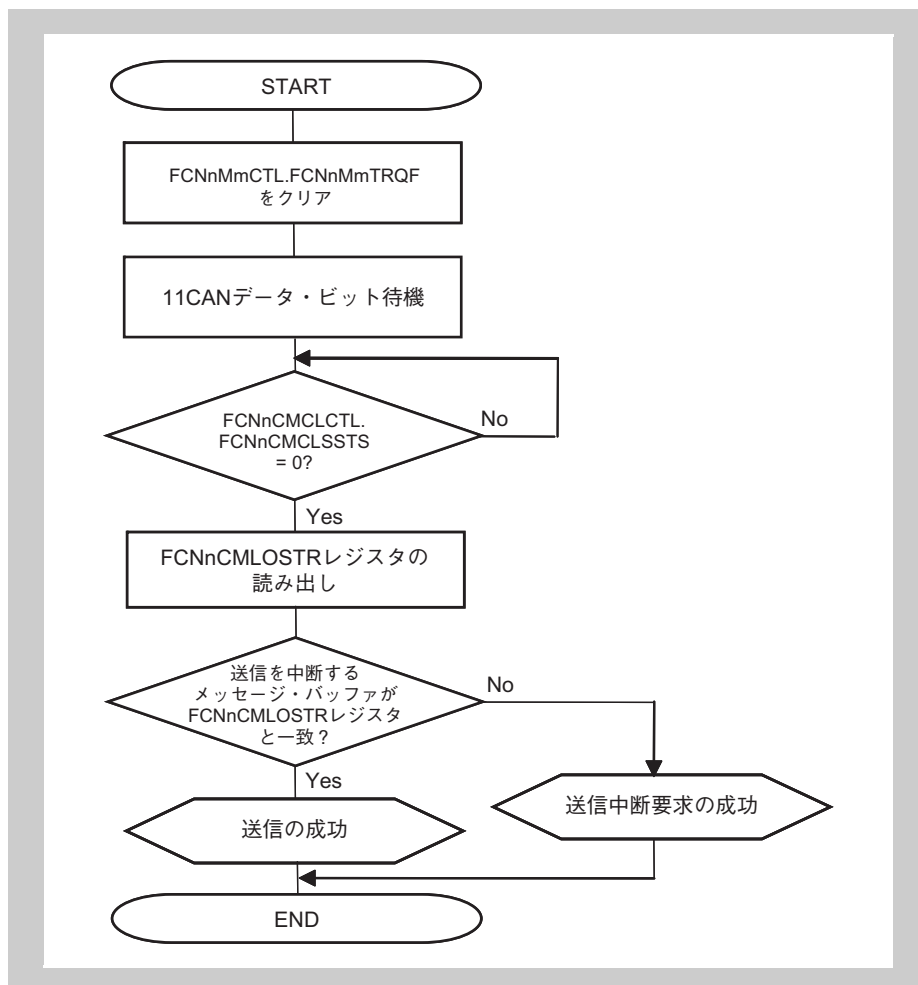
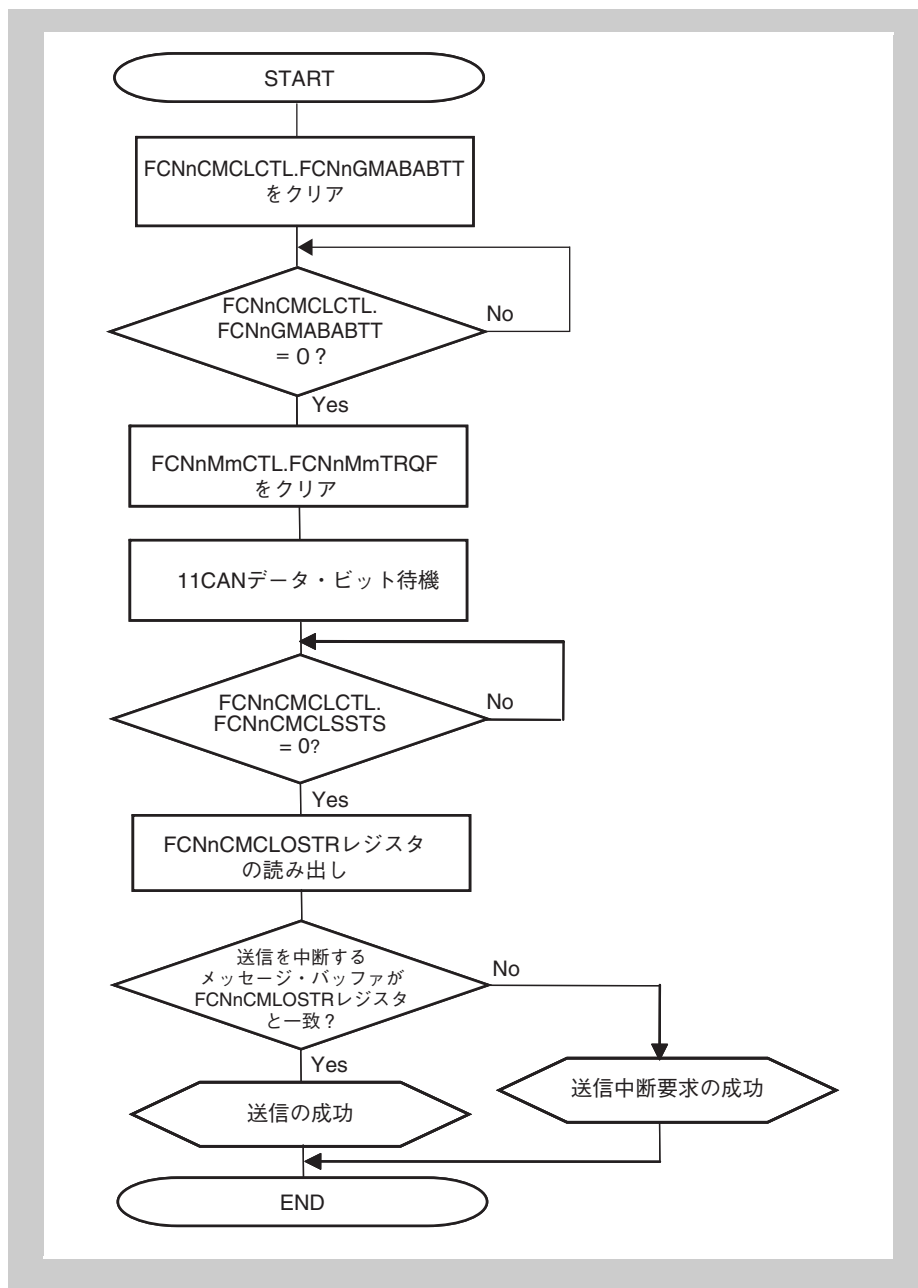

図 24-24 送信中断処理 (ABT 付き通常動作モードの実行中を除く)
図 24-25 送信中断処理 (ABT 付き通常動作モードの実行中) — 中断されたメッセージの再送信オプション
- ・ 動作モード中に図 24-24 「送信中断処理 (ABT 付き通常動作モードの実行中を除く)」の送信中断処理に従った全ての送信要求クリア後の初期化モード状態時 (ABT 付き通常動作モード中は図 24-25 「送信中断処理 (ABT 付き通常動作モードの実行中) — 中断されたメッセージの再送信オプション」の送信中断処理に従って全ての送信要求をクリアしてください。)
2. FCN スリープ・モード / FCN ストップ・モードへの移行要求は、図 24-26 「ABT 送信要求中断処理 (ABT 付き通常動作モードの実行中) (1)」または、図 24-27 「ABT 送信要求中断処理 (ABT 付き通常動作モードの実行中) (2)」の手順に従って FCNnGMABCTL.FCNnGMABABTT をクリアしたあと (ABT モードを中断したあと) で発行してください。ABT 領域以外の領域で送信要求をクリアする場合は、図 24-24 「送信中断処理 (ABT 付き通常動作モードの実行中を除く)」の手順に従ってください。
2. FCN スリープ・モード / FCN ストップ・モードへの移行要求は、図 24-26 「ABT 送信要求中断処理 (ABT 付き通常動作モードの実行中) (1)」または、図 24-27 「ABT 送信要求中断処理 (ABT 付き通常動作モードの実行中) (2)」の手順に従って FCNnGMABCTL,FCNnGMABABTT をクリアしたあと (ABT モードを中断したあと) で発行してください。ABT 領域以外の領域で送信要求をクリアする場合は、図 24-24 「送信中断処理 (ABT 付き通常動作モードの実行中を除く)」の手順に従ってください。